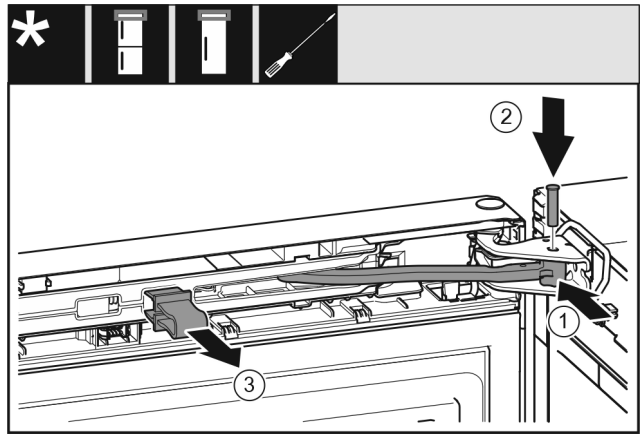

Fig. 50
- ▶ Vrid leden i lagerbocken. Fig. 50 (1)
- ▶ Stick in bulten i lagerbocken och leden. Kontrollera då att låskammen sitter korrekt i spåret. Fig. 50 (2)
- ▶ Ta av spärren. Fig. 50 (3)